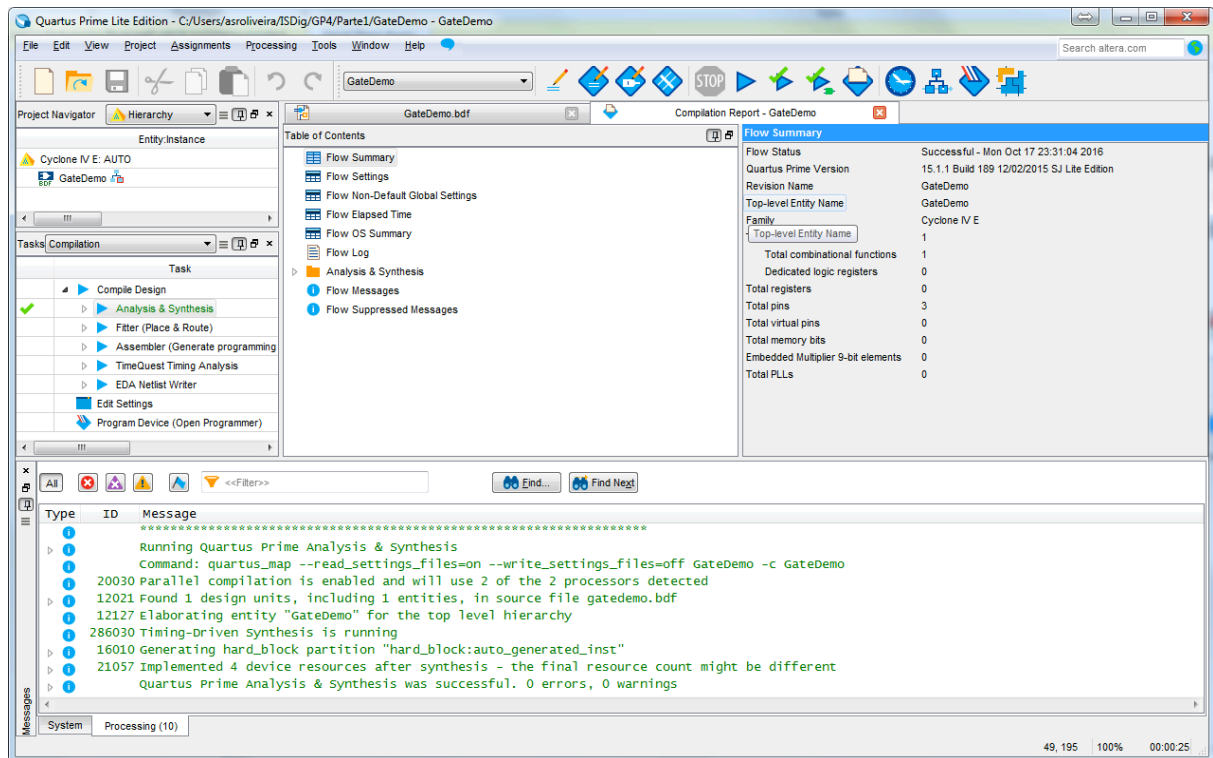

Figura 15 – “Altera Quartus Prime” IDE após a execução da “Analysis & Synthesis”.
8. Seguidamente vai ser validado por simulação o comportamento da porta lógica utilizada. No entanto, antes de efetuar a simulação, execute a opção “Analysis & Synthesis” para que seja analisada a correção estrutural do projeto. Após a execução da “Analysis & Synthesis” o IDE deve apresentar o aspeto da Figura 15.